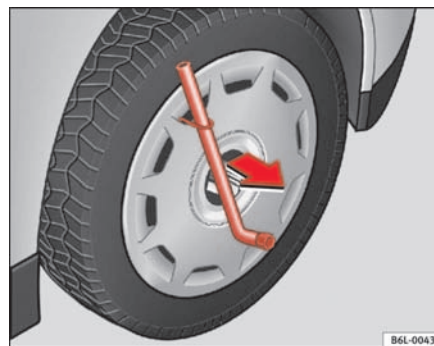

Abb. 140 Die Radvollblende vom Rad abnehmen.
- Die Radvollblende8) mit dem dem Drahhaken abnehmen ⇒ Abb. 140.